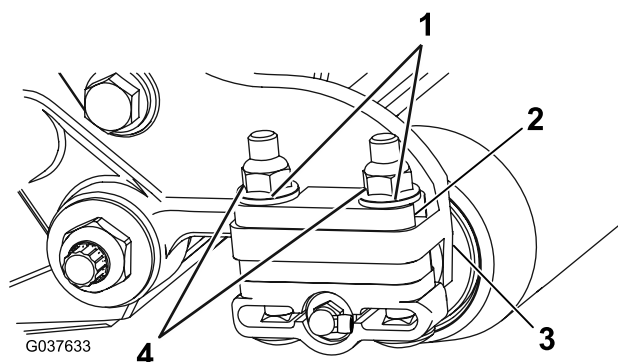

Figura 4
9. Remova as duas porcas de bloqueio flangeadas que prendem cada suporte do rolo às placas laterais (Figura 4).